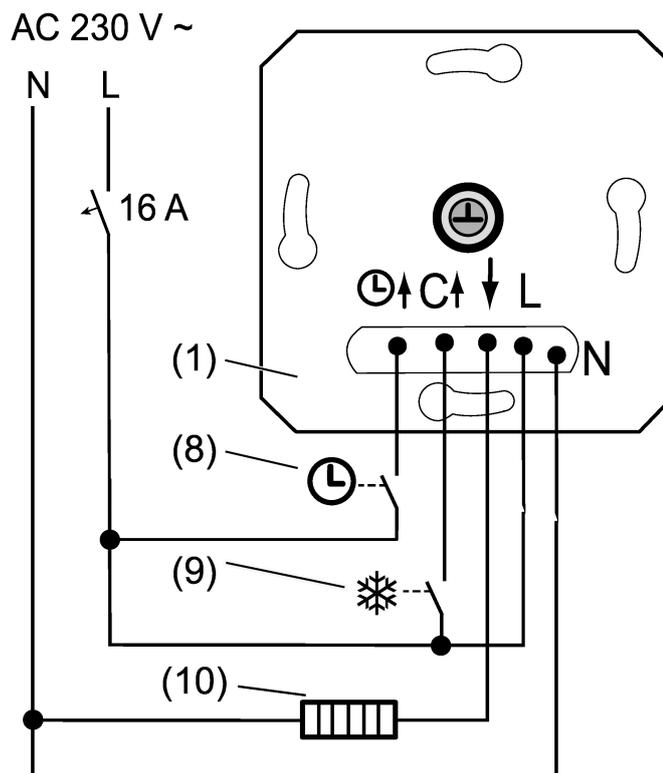

рисунок 2: Пример подключения вставки
- Подключите электрический нагревательный прибор (10) или охлаждающий прибор к вставке (1) в соответствии со схемой подключения (см. рисунок 2). Соблюдайте сечение проводов (технические характеристики).
- В качестве опции подключите универсальный вход \ominus через переключающий контакт (8) центральных часов (режим ECO) или подключите переключающий контакт сигнализатора присутствия или выключателя (режим присутствия).